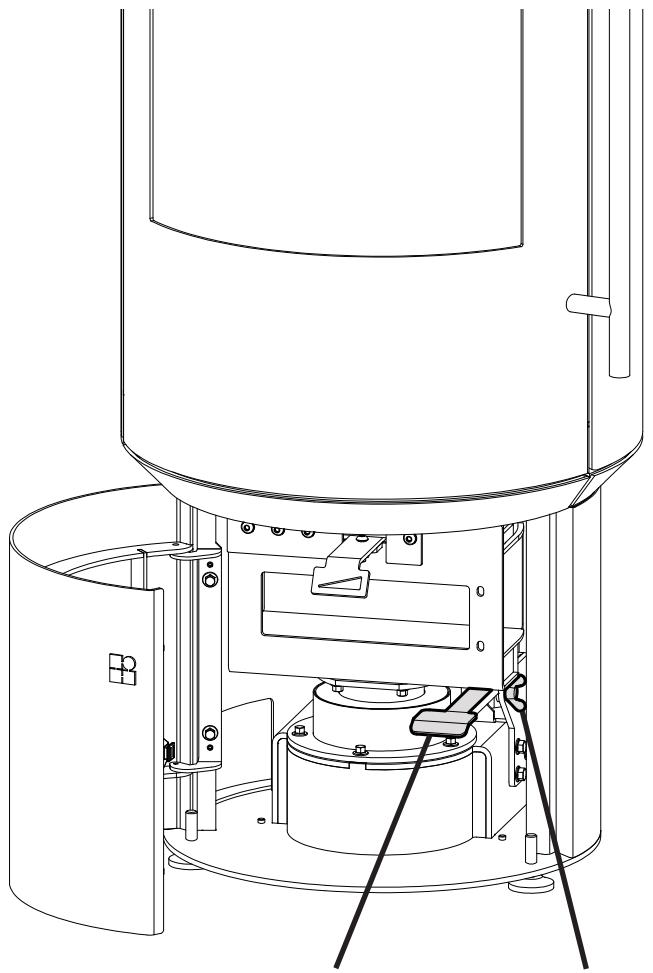

Fig.2
La estufa de chimenea se suministra bloqueada (no girable). Si el aparato debe girarse, se tiene que desenroscar y quitar el tornillo de mariposa en el lado derecho del pedal (véase Fig.2). El pedal se encuentra detrás de la puerta de inspección.
- Para facilitar la instalación del OEC, girar la parte giratoria del aparato completamente hacia la izquierda o hacia la derecha, accionando el pedal (véase Fig. 2). Soltar el bloqueo del pedal; véase el capítulo „Estufa de chimenea girable“.